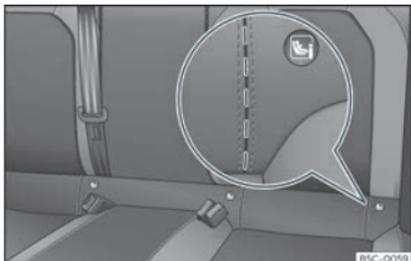

Fig. 27 Banquette arrière : fentes découpées pour accéder aux anneaux de fixation ISOFIX/i-Size.
tains véhicules, les anneaux sont fixés à l'armature de siège et à d'autres sur le plancher arrière. Les anneaux « ISOFIX » se trouvent entre le dossier et le coussin de la banquette arrière» **fig. 27** . Les anneaux Top Tether se trouvent généralement au dos de la ban-
- Procédez d'abord à l'ouverture manuelle de la prédécoupe située derrière les rainures signalées pour accéder aux œillets de retenue»» fig. 27.